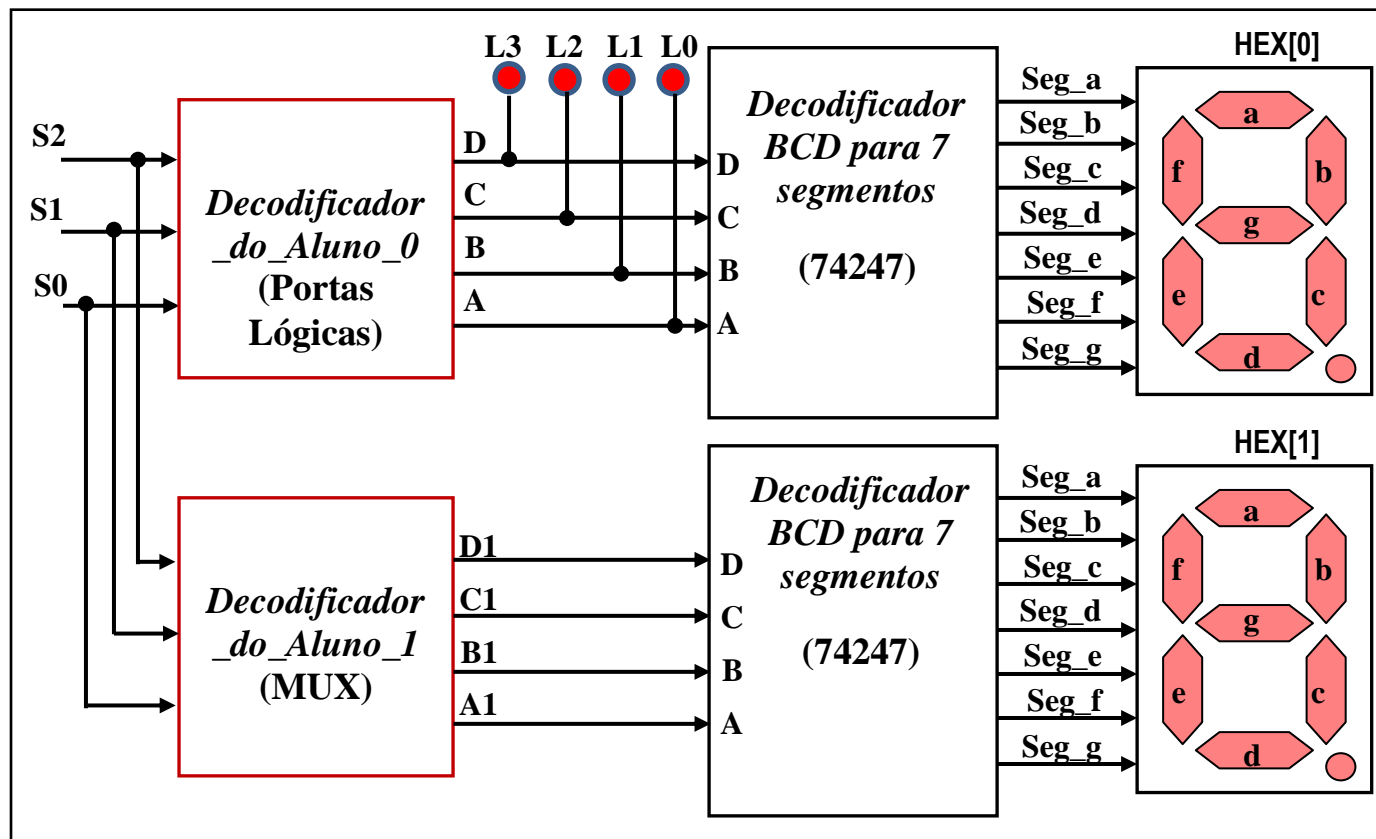

Figura 1: Diagrama de blocos global do sistema de apresentação da data de nascimento
A **Figura 1** mostra o diagrama de blocos do sistema digital para a indicação da data de nascimento do aluno.
- Conforme a **Figura 1** o projeto é constituído por quatro decodificadores: dois que devem ser projetados pelo aluno (**Decodificador do Aluno_0** e **Decodificador do Aluno_1**) e outros dois que serão utilizados componentes comerciais para executar a conversão BCD- 7 Segmentos (neste caso o **74247** é apropriado para o display da placa **DE2-70**).
A apresentação das formas de onda da simulação do Projeto 1 no QUARTUS II (**Aula 6 no CGI**) **pode restringir-se** à simulação funcional dos circuitos: **Decodificador_do_Aluno_0** e **Decodificador_doAluno_1** (**circuítos com contorno em vermelho** na **Figura 1**), portanto não precisam ser incluídos os outros elementos do projeto (os decodificadores **74247** e respectivos pinos).